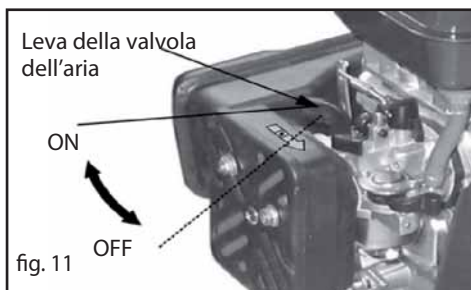

fig. 11
7. Portare la leva della valvola dell'aria in posizione OFF (Fig. 11).
10. APRIRE gradualmente la leva della valvola dell'aria. Scaldare il motore finché gira bene (Fig. 11).